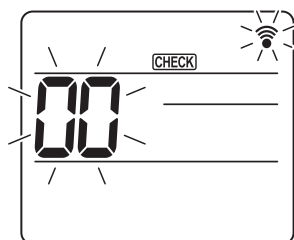
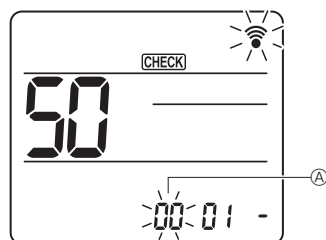
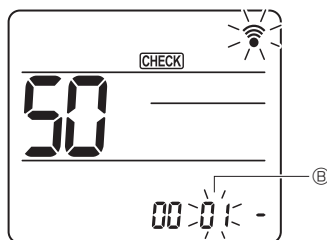
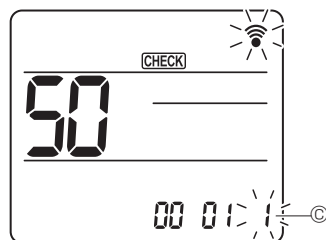

Fig. 7-17
Fig. 7-18
Fig. 7-19
Fig. 7-20
- ① Accès au mode de sélection des fonctions
- Appuyez sur la touche [MENU] pendant 5 secondes. (Commencez cette opération lorsque l'affichage de la télécommande est éteint.) [CHECK] s'allume et "00" clignote. (Fig. 7-17)
- ② Réglage du numéro d'appareil
- Appuyez sur les touches [DOWN] pour régler le numéro d'appareil ①. (Fig. 7-18)
- ③ Sélection d'un mode
- Appuyez sur les touches [DOWN] pour régler le numéro de mode ②. (Fig. 7-19)
- ④ Sélection du numéro de réglage
- Utilisez la touche [DOWN] pour changer le numéro de réglage ③. (Fig. 7-20)
- ⑤ Pour sélectionner plusieurs fonctions à la suite
- Répétez les sélections ③ et ④ pour modifier les réglages de plusieurs fonctions à la suite.
- ⑥ Fin de la sélection de fonction